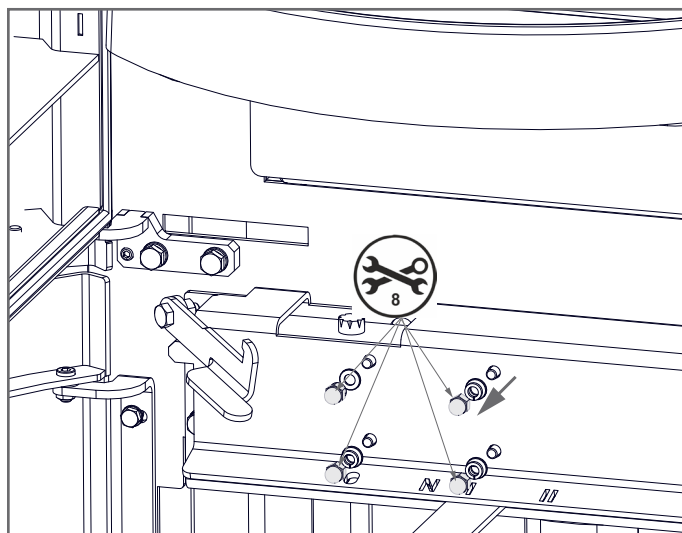

Abb.:5.2
- Vier Hutmutter (SW 8) lösen und entfernen. (Abb.:5.2)